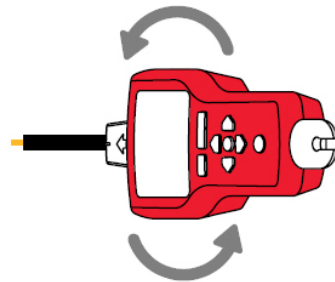

Figura 3.1h
6. Para verificar a direção fio, gire periodicamente o receptor 90 graus. A intensidade do sinal será maior quando o fio está alinhado com sulco do Sensor de Ponta. (vide Figura 3.1h)